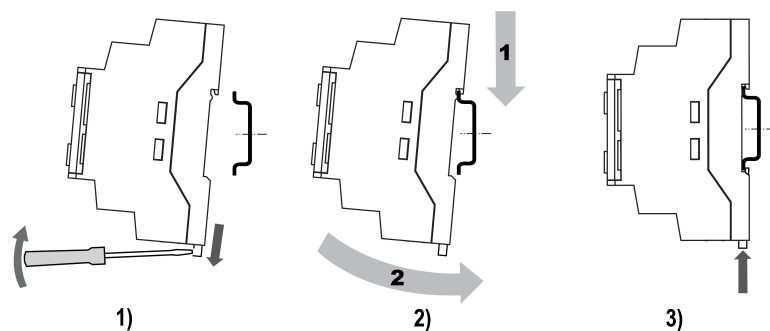

Рисунок 5.2 – Монтаж и демонтаж прибора
2. Вставив отвертку в проушину, оттянуть защелку (см. рисунок 5.2, 1).
3. Прибор прижать к DIN-рейке (см. рисунок 5.2, 2). Отверткой вернуть защелку в исходное положение (см. рисунок 5.2, 3).